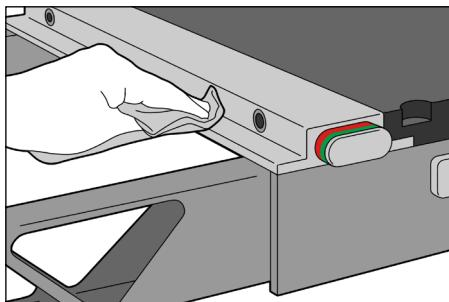

Fig. 2
2. Limpe quaisquer fiapos ou detritos do exterior da trava. (Fig. 2)